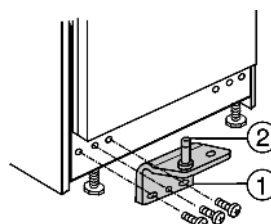

Fig. 9
- Insérer les axes de charnière Fig. 9 (2) avec une rondelle dans la charnière Fig. 9 (1) de porte inférieure.
- Visser le support d'appui Fig. 9 (1) avec un couple de serrage de 4 Nm.